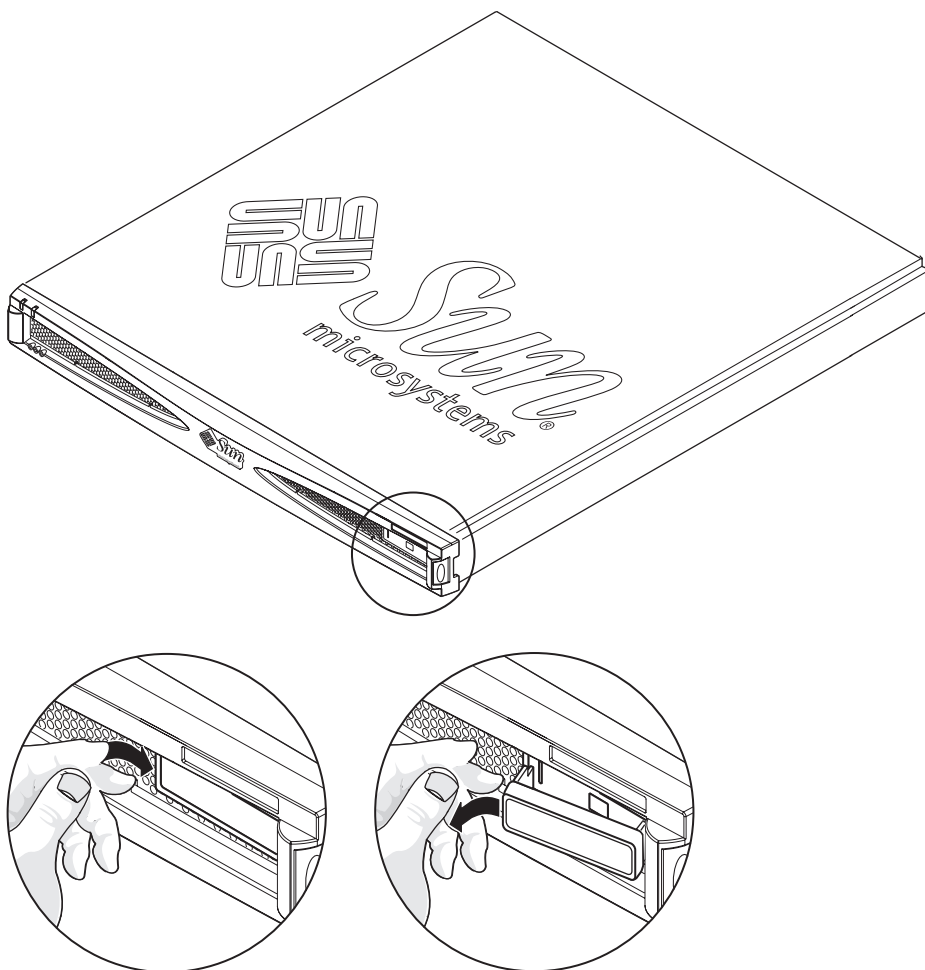

BILD 1-4 Lossa den vänstra delen av namnplåten från dess plats
1. Pressa den vänstra sidan av namnplåten mot den högra (se BILD 1-4).